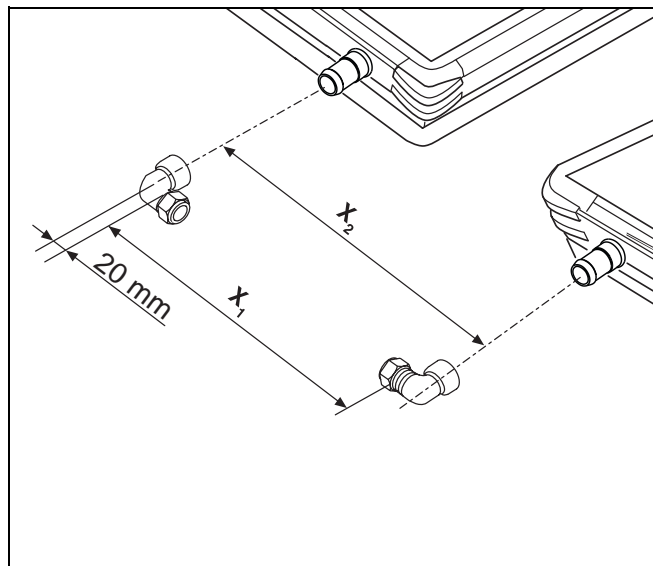

Abb. 3 Abstandsmaß ermitteln
- Ermitteln Sie den Abstand  $X_2$  und setzen Sie diesen Wert in die unten stehende Formel ein, um die Länge des Cu-Rohrs ( $\varnothing$  18 mm)  $X_1$  zu berechnen (Abb. 3).